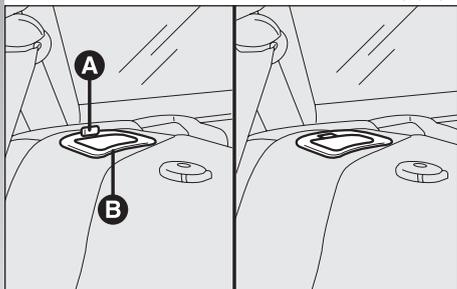

fig. 46
*Il corretto aggancio dello schienale è garantito quando il pulsante (A-fig. 46) posto vicino a ciascuna maniglia (B), è rientrato nella maniglia stessa.*